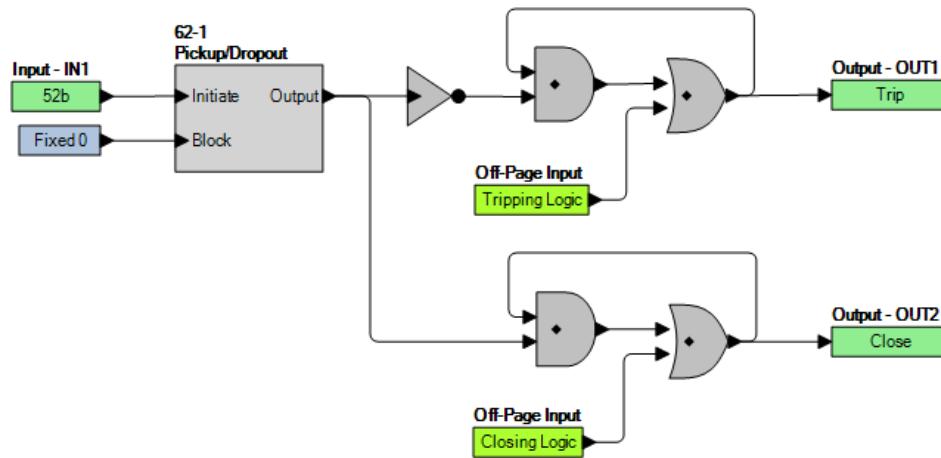

Figura 4-6. Diagrama de la lógica de sellado de la salida de contacto
Para evitar que los contactos del relé de salida se abran de forma prematura, se puede fijar un temporizador de retención (200 a 2000 ms) con BESTCOMSP $lus$ . Si el ingeniero de protección desea obtener una lógica de sellado con retroalimentación de la lógica de posición del disyuntor, puede brindar esta lógica al modificar la lógica para la salida de disparo. Para lograr esto, utilice uno de los cronómetros para fines generales (62) y configúrelo en el Modo de activación/desactivación. Configure la lógica del cronómetro de manera que se inicie con la entrada de la posición del disyuntor y configure el cronómetro para activación de dos ciclos y desactivación de dos ciclos. Lo mismo se puede realizar para la salida de cierre. La Figura 4-6 brinda un diagrama de la lógica de sellado.